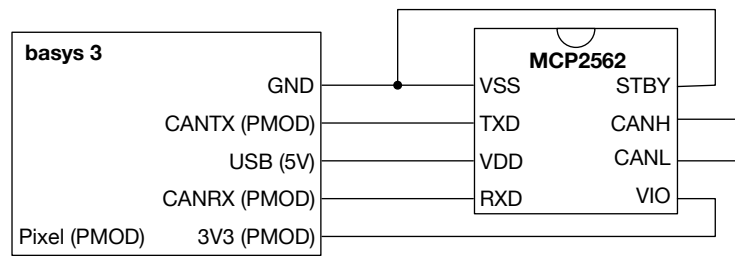

FIG. 1 – Schéma de connexion entre le basys 3 et le MCP2562
3.3V) vous pouvez repiquer sur la breadboard l'USB qui sort de la carte en utilisant l'adaptateur micro USB qui vous sera fourni (voir figure 1).